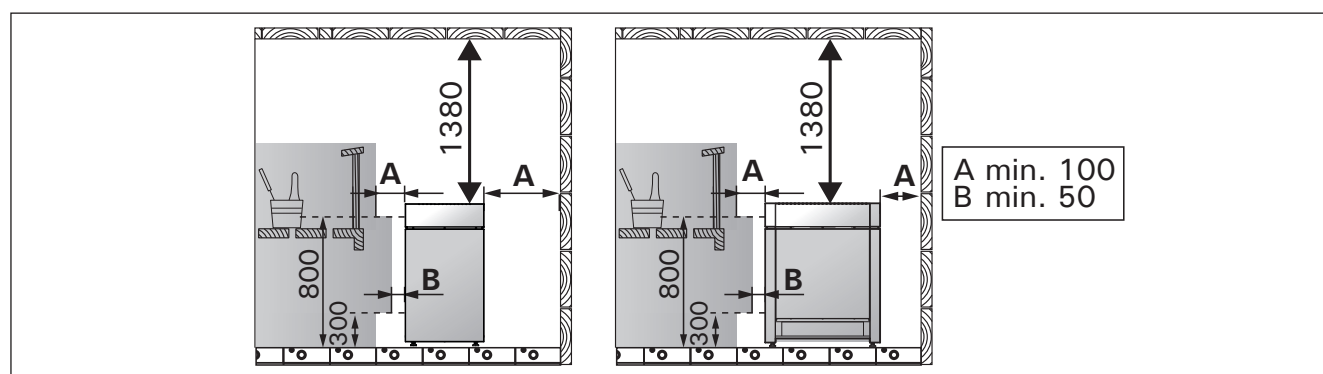

Figure 4. Distances de sécurité (toutes les dimensions sont fournies en millimètres)
- L'emplacement du poêle respecte les exigences minimum concernant les distances de sécurité indiquées dans la figure 4 et le tableau 2.
Les distances de sécurité minimum sont indiquées dans la figure 4. **Il est absolument obligatoire de respecter ces valeurs lors de l'installation du poêle. Dans le cas contraire, il existe un risque d'incendie.**
Si une grille de sécurité est placée autour du poêle, respecter les distances minimum indiquées dans la figure 4 ou dans les instructions d'installation de la grille.